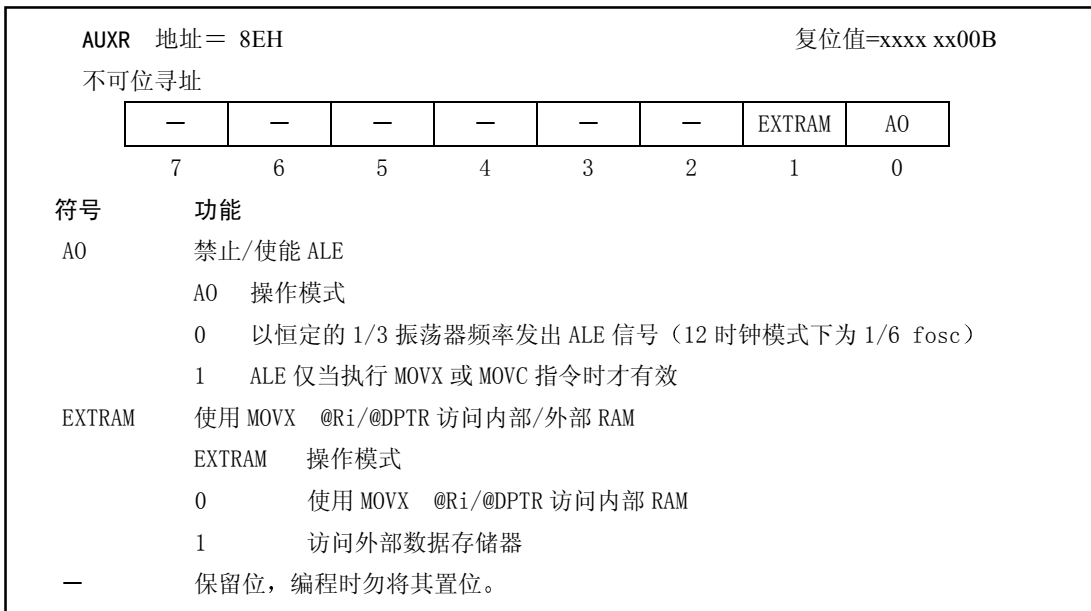

图27 AUXR: 辅助寄存器
4. 256/768字节扩展RAM(地址00H到1FFH/2FFH)通过将EXTRAM位清零实现MOVX间接寻址, 见图27。